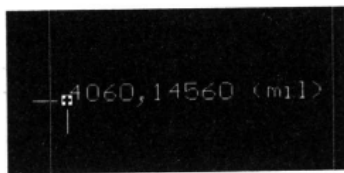

图 11-22 处于被选中状态的坐标标注
- 光标单击坐标标注,坐标标注将变为如图 11-22 所示;单击“A”点,光标变为十字,并连在坐标标注上,移动光标即可平移坐标标注;在平移坐标标注时将自动更新坐标值,显示的坐标值始终是光标的当前坐标值。